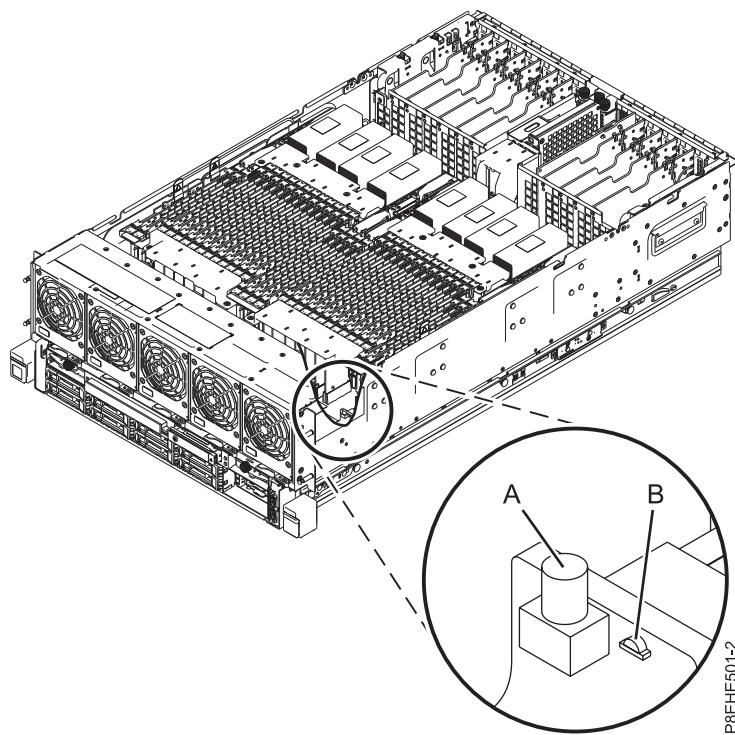

図 2. 識別 LED の活動化
2. プッシュボタン (A) を押して、図 2識別 LED を活動化します。緑色の LED (B) が点灯していることを確認します。これが点灯しているということは、識別 LED に十分な電力が通電していることを表します。LED (B) が点灯していない場合は、サービス・ラベルを使用することにより、ロケーション・コードを使用して物理ロケーションを見つけます。